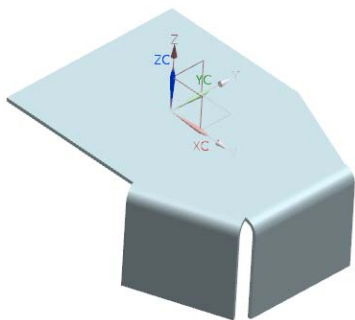

图 7-18 创建第 2 条弯边后的零件
(2) 设置“宽度选项”为完整，“长度”为 50，“角度”为 90，“参考长度”为“外部”，“内嵌”为“折弯外侧”，在“止裂口”列表框中的“折弯止裂口”和“拐角止裂口”下拉列表框中选择“无”。在“弯边”对话框中单击  按钮，创建如图 7-18 所示的弯边特征。